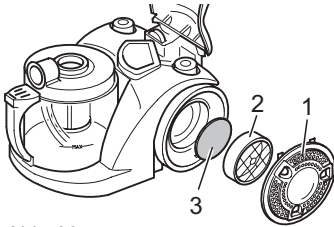

Abb. 28
2. Drehen Sie die Ausblasfilter-Abdeckung (Abb. 28/1) zum Öffnen im Uhrzeigersinn und entnehmen Sie die Abdeckung.
3. Entnehmen Sie die Ausblasfilter-Halterung (Abb. 28/2) mit Ausblasfilterelement (Abb. 28/3) durch Drehen im Uhrzeigersinn.
4. Ersetzen Sie das Ausblasfilterelement (Abb. 28/3) durch ein neues (Bestellnummer **▷ Kapitel 5.2, „Ersatzteile“**).